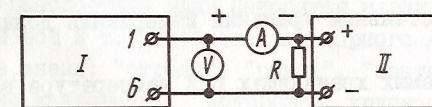

Рис. 36. Схема соединения приборов для проверки обеспечения заряда аккумуляторной батареи:
7) обеспечение заряда аккумуляторной батареи определяется измерением параметров зарядного устройства - тока заряда и напряжения прекращения заряда, при работе измерителя на встречную ЭДС (см. рис. 36).